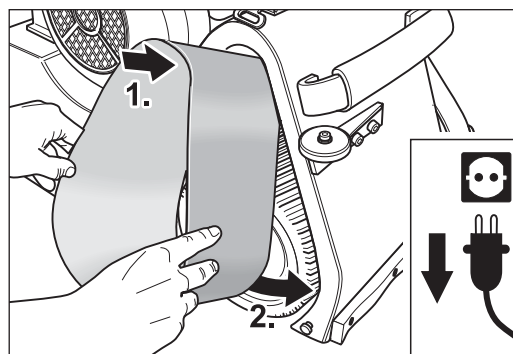
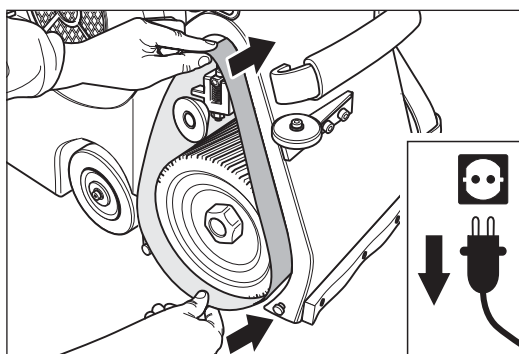

Abb. 29 Das Schleifband an der Spannwalze des Aggregats ansetzen.
Abb. 30 Das Schleifband über die Spannwalze und die Schleifwalze schieben.
- 6 Setzen Sie das neue Schleifband an der Spannwalze des Aggregats an (Abb. 29) und schieben Sie es über die Spannwalze und die Schleifwalze (Abb. 30)